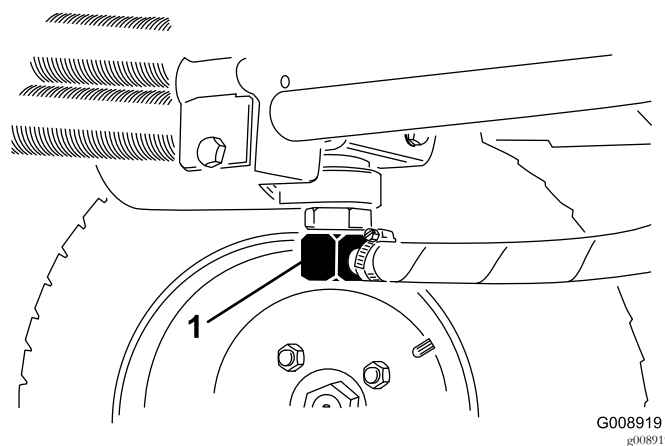
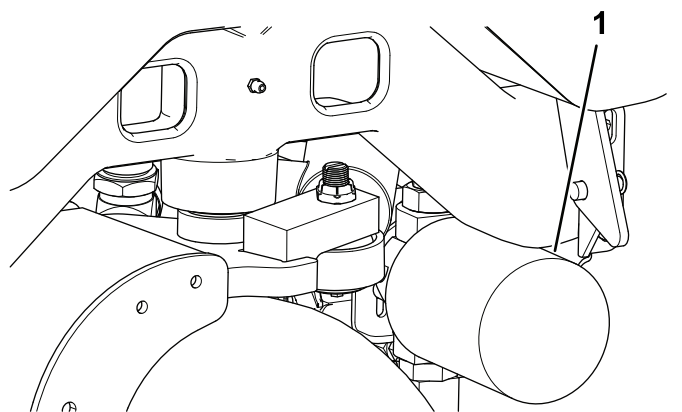

Figura 74
Figura 75
2. Desconecte as linhas hidráulicas (Figura 74) ou retire o filtro hidráulico (Figura 75) e deixe que o fluido hidráulico esorra para dentro de um recipiente de escoamento.
4. Coloque um recipiente de escoamento debaixo do filtro (Figura 75) e retire o filtro.